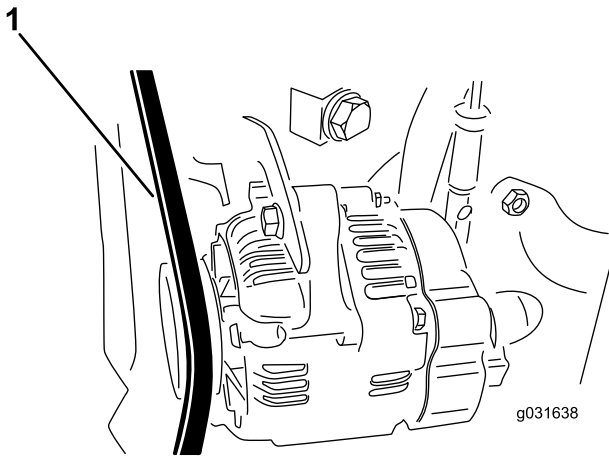

Figure 60
2. Appliquez une force de 30 N·m (22 po·lb) sur la courroie d'alternateur, à mi-chemin entre les poulies (Figure 60).